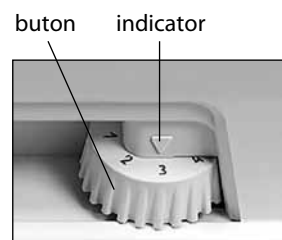

Figura 3 – Reglarea temperaturii
1.4 Elementul de reglare a temperaturii din frigider, în conformitate cu Figura 3 este butonul de reglare a temperaturii (numit în continuare – buton), care se află sub masca frigiderului. Butonul se rotește în sensul acelor de ceasornic sau în sensul contrar al acestora și are diviziuni numerice. Diviziunea "1" corespunde celei mai joase setări de temperatură (răcire minimă) în camera frigorifică, diviziunea "7" – celei mai înalte setări de temperatură (răcire maximă). Pentru a regula temperatura, fixați diviziunea butonului sub indicator.
Deschideți ușa frigiderului. La prima conectare este recomandat să fixați sub indicator diviziunea "3" sau "4" a butonului în conformitate cu Figura 3. Închideți ușa.